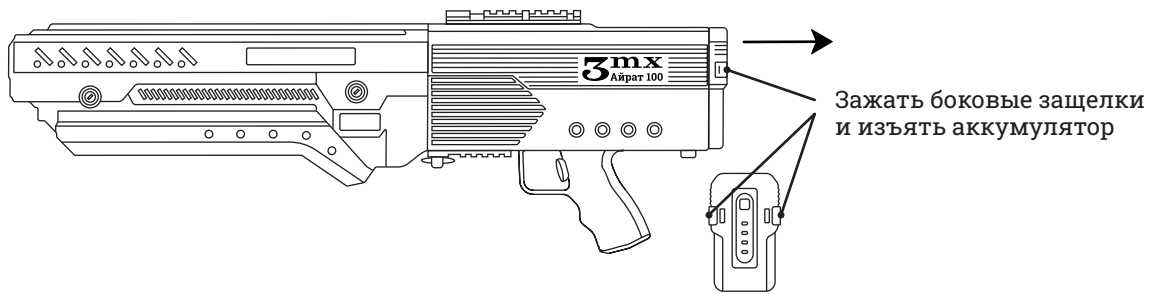

Рис. 6. Изъятие аккумулятора из подавителя.
- 1** Зажать защелки по краям аккумулятора (см. Рис. 6).